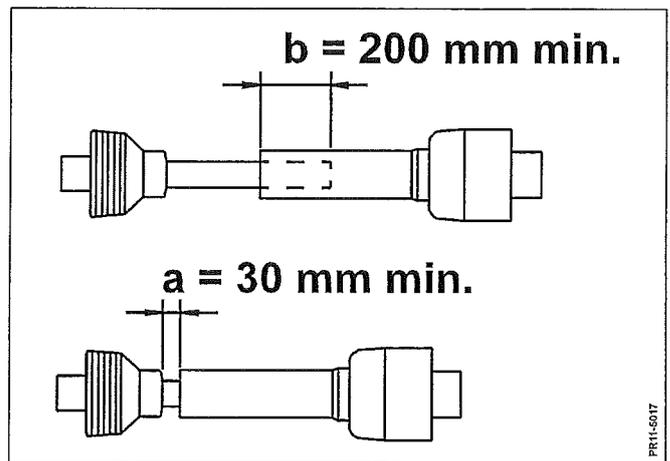

Fig. 2-19
- Fig. 2-19 9) Die Länge der Gelenkwelle so anpassen, daß: